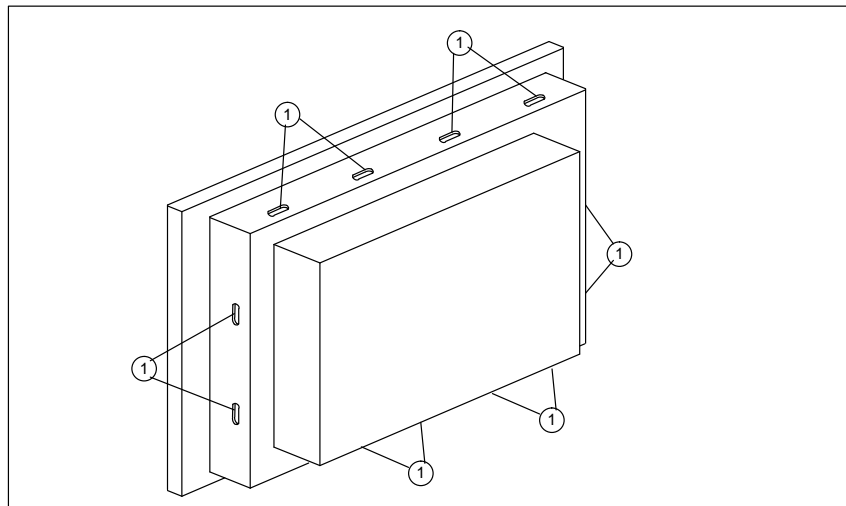

Bild 2-1 Positionen für die Schraubspanner
3. Spannen Sie das OP mit den sechs beiliegenden Schraubspannern ① in der Fronttafel fest. Bild 2-1 zeigt die Positionen für die Schraubspanner.